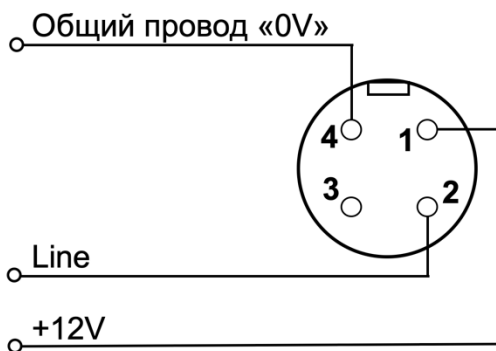
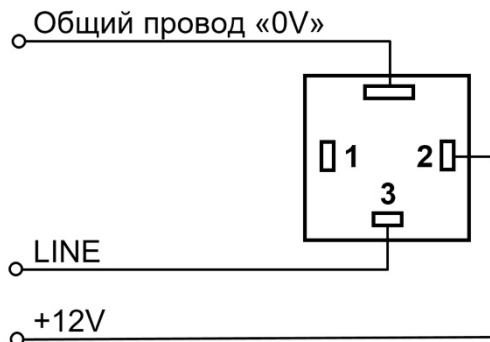

Рис.8. Схема «распайки» кабеля (вид со стороны «распайки» розетки) для подключения ДВ2ТСМ-5Т-5П-АК исполнение 2.
Рис.9. Схема «распайки» кабеля (вид со стороны «распайки» розетки) для подключения ДВ2ТСМ-5Т-5П-АК исполнение 3.
6.4. Измерительный преобразователь ДВ2ТСМ подключается к измерительной системе трехпроводным кабелем. Назначение выводов преобразователя в исполнении 1 приведено внутри корпуса преобразователя рядом с контактами клеммной колодки, для исполнения 2, 3 - на рис.8 и рис.9 соответственно